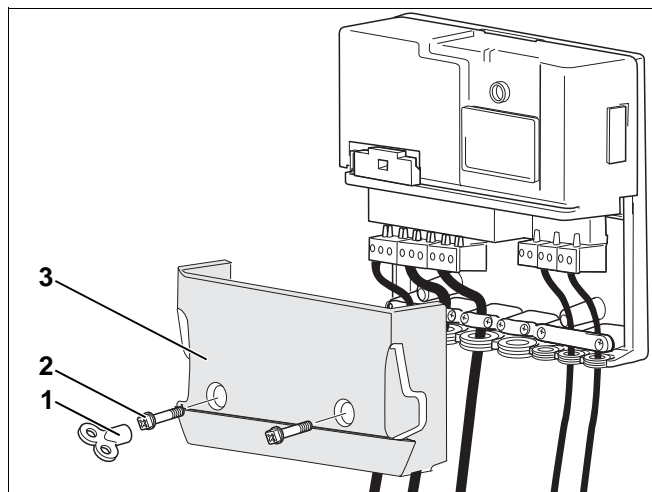

Fig. 6 Montaggio del coprimorsetti
- Posizionare il coprimorsetti (fig. 6, **pos. 3**).
- Serrare a fondo le viti quadre (fig. 6, **pos. 2**) utilizzando un cacciavite a stella oppure una chiave di sfiato (fig. 6, **pos. 1**).